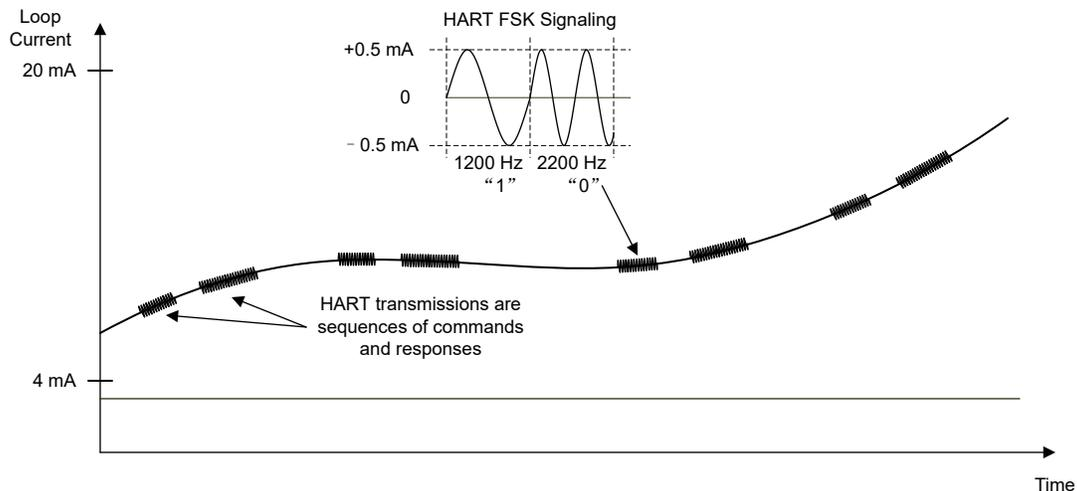

图 1. HART 通信 - 4mA 至 20mA 信号上的移频键控 (FSK)
- HART 传输是叠加在 4mA 至 20mA 信号上的移频键控 (FSK) 信号 (如图 1 所示)。
- 现场器件向模拟输入模块中的数据转换器发送称为主变量 (PV) 的 4mA 至 20mA 模拟信号, 该信号反映了现场器件所测量的内容 (例如温度、流量或压力)。